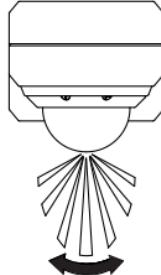
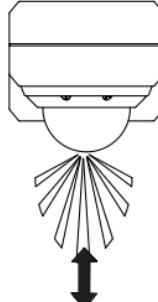

рис. 1B
рис. 1C
- Область наблюдения датчика движения может легко варьироваться в зависимости от высоты монтажа и места монтажа, а также температуры окружающей среды. Прежде чем Вы выбираете место для установки Вашего датчика движения, пожалуйста, обратите внимание на то, что датчик более чувствительно реагирует на движения, которые происходят поперек к области наблюдения (смотрите рис. 1B), чем на движения, непосредственно на датчике или вдали от него (смотрите рис. 1C).